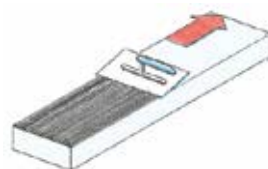

Fig. 9
■ Metoda de lipire continuă (Fig. 9):